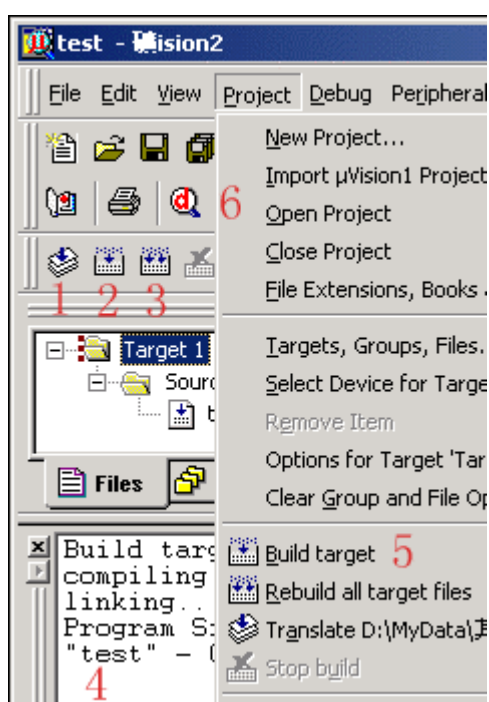

图 1 - 7 编译程序
(6) 进入调试模式, 软件窗口样式大致如图 1 - 8 所示。图中 1 为运行, 当程序处于停止状态时才有效, 2 为停止, 程序处于运行状态时才有效。3 是复位, 模拟芯片的复位, 程序回到最开头处执行。按 4 我们可以打开 5 中的串行调试窗口, 这个窗口我们可以看到从 51 芯片的串行口输入输出的字符, 这里的第一个项目也正是在这里看运行结果。这些在菜单中也有, 这里不再一一介绍大家不妨找找看, 其它的功能也会在后面的课程中慢慢介绍。首先按 4 打开串行调试窗口, 再按运行键, 这时就可以看到串行调试窗口中不断的打印“Hello World! ”。呵呵, 是不是不难呀? 这样就完成了您的第一个 C 项目。最后我们要停止程序运行回到文件编辑模式中, 就要先按停止按钮再按开启\关闭调试模式按钮。然后我们就可以进行关闭 KEIL 等相关操作了。